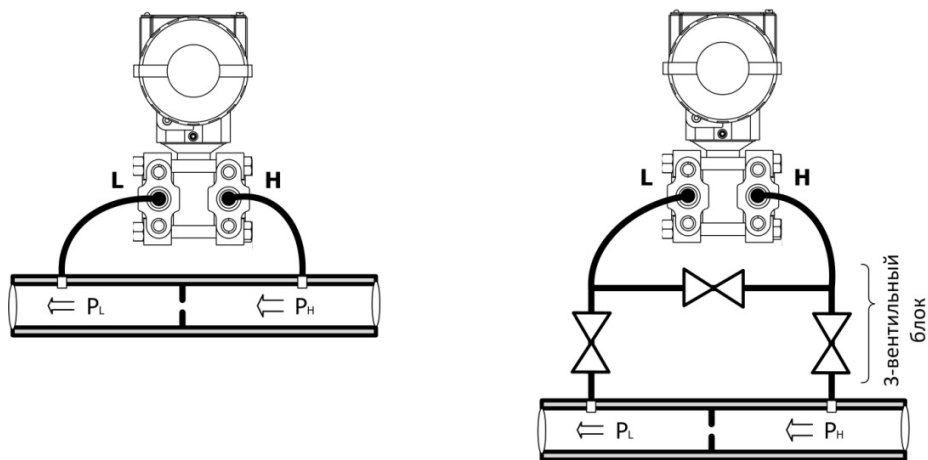

Рисунок 5.1 – Примеры монтажа для измерений давления жидких сред
5.1.10 Наиболее часто подключают прибор к измеряемой среде через 3-вентильный блок, позволяющий отсекать датчик от измеряемой среды и выравнять давление на входах при калибровке (рисунок 5.1).